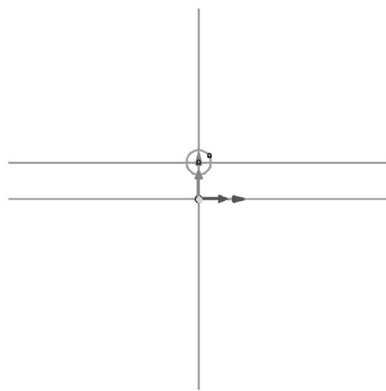

图 1-2-4  $\phi 16$  圆绘制
(4) 单击“圆”→“当前命令：圆心+半径”按钮，拾取并设置步骤 (2) 与步骤 (3) 的线条交点为圆心，输入圆半径 8，按回车键完成圆的绘制，结果如图 1-2-4 所示。